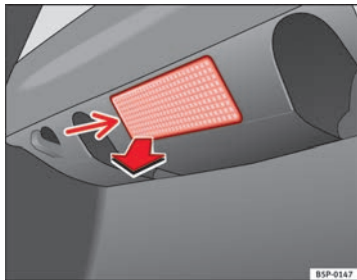

Abb. 156 Gepäckraumbeleuchtung
- Das Lampenglas der Glühlampe durch Druck mit einem Schraubendreher auf dessen Unterkante -Pfeil- abnehmen ⇒ Abb. 156.